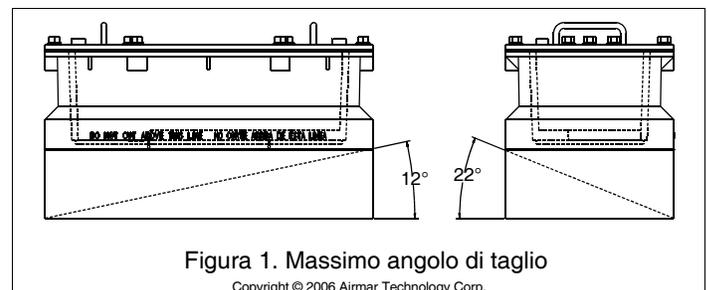

Figura 1. Massimo angolo di taglio
- Si può utilizzare in scafi con un angolo di "deadrise" (inclinazione della chiglia e del fondo) di fino a 22° (vedi la Figura 1).